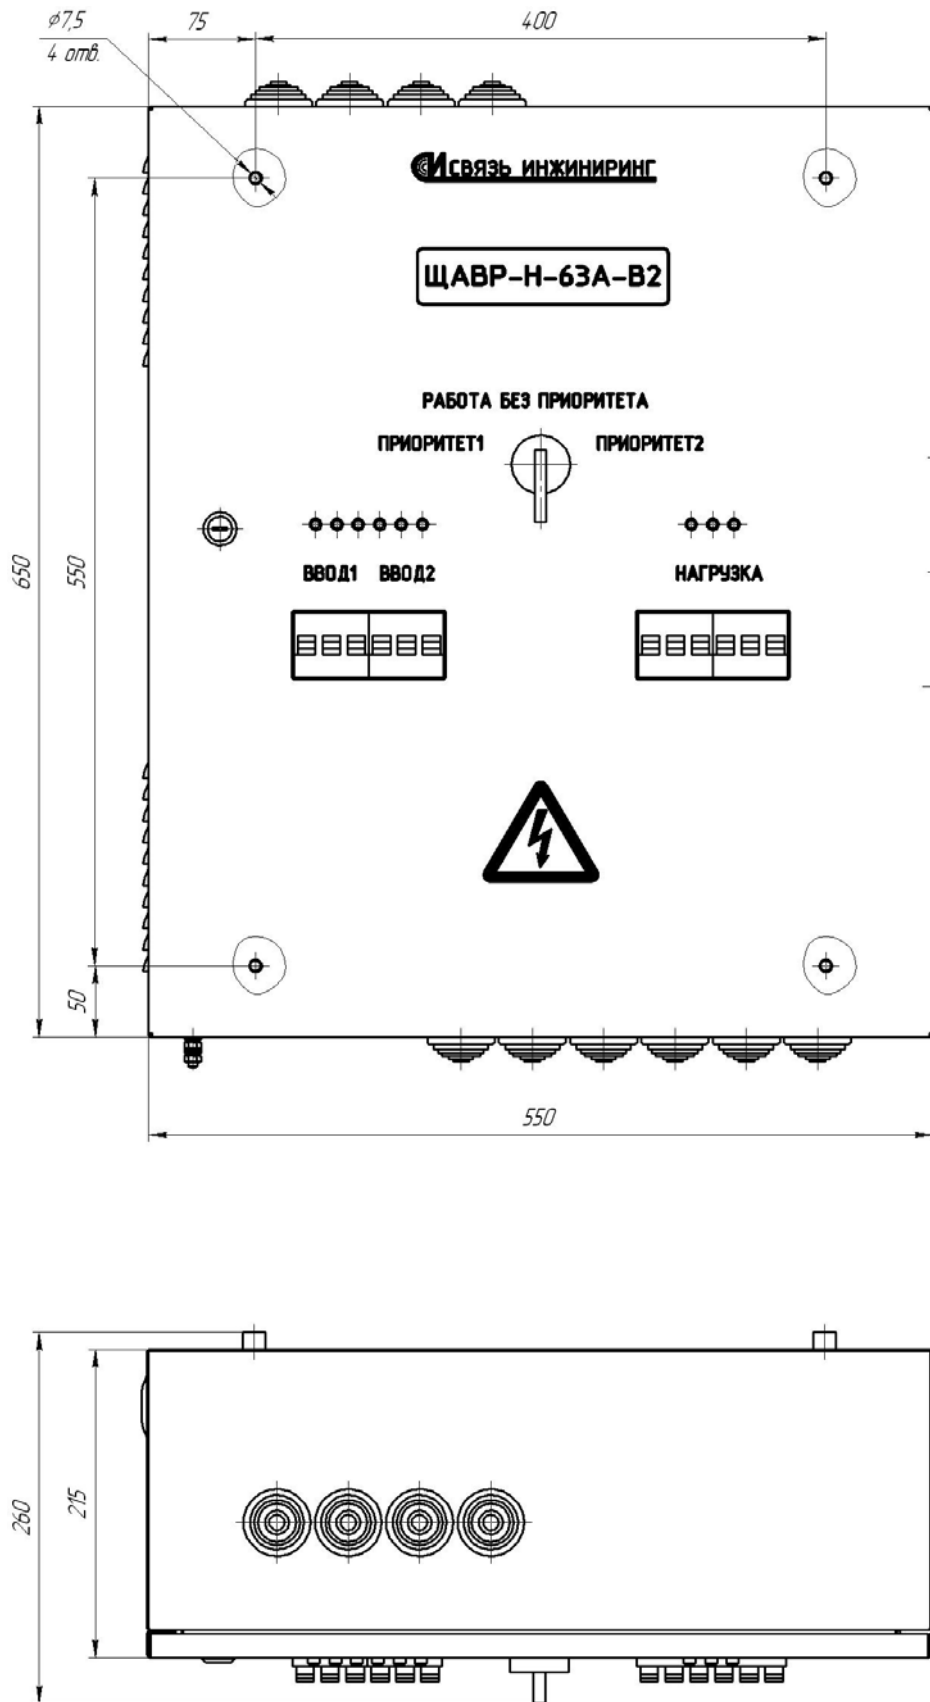

Рис. 1.
2.5 Габаритно-присоединительные размеры шкафа указаны на рис. 1.